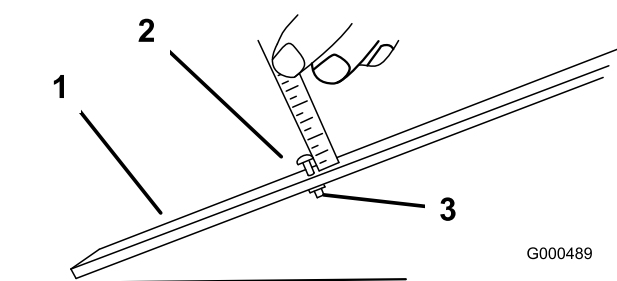

Figura 48
3. Allentate il dado sulla barra di misura (Figura 48) e posizionate la vite di regolazione all'altezza di taglio opportuna. La distanza tra l'estremità inferiore della testa della vite e la parte frontale della barra corrisponde all'altezza di taglio.